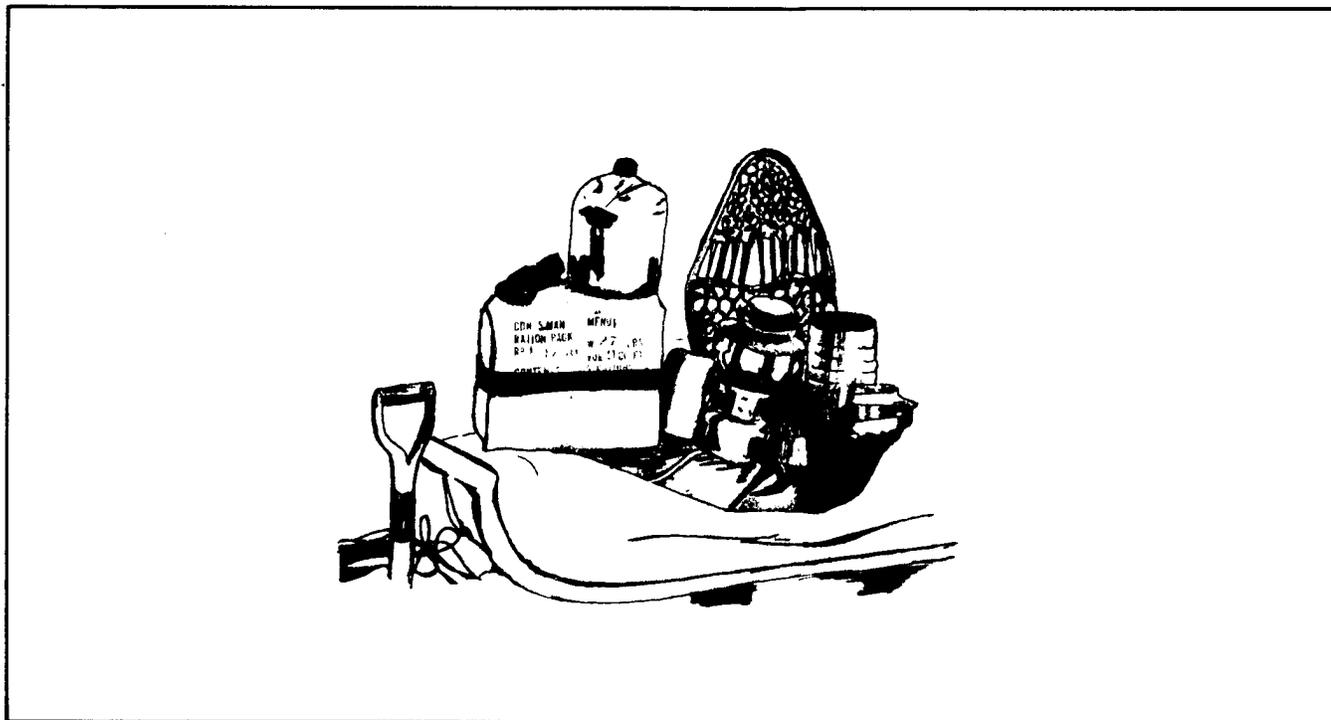

Figure 2-13 — One-man Toboggan Before Lashing
- a. The one-man toboggan weights approximately 10 pounds and has a load capacity of 100 pounds. It has two runners and six "D" rings on the upper edge, three on each side. There is a white nylon cover in which to pack the load. The towing harness consists of a short web waist-band, at each end of which are metal rings. Attached to each metal ring is approximately eight feet of towing cord. (See Figures 2-13 and 2-14.)
- a. Le toboggan individuel pèse environ 10 livres et peut transporter une charge de 100 livres. Il est monté sur deux patins et est pourvu de six anneaux en D, trois de chaque côté. Il est également pourvu d'une bâche en nylon blanc pour recouvrir la charge. Le harnais de traction est formé d'une courte bande de grosse toile dont chaque extrémité se termine par un anneau métallique auquel est fixée une corde de huit pieds (voir figures 2-13 et 2-14).